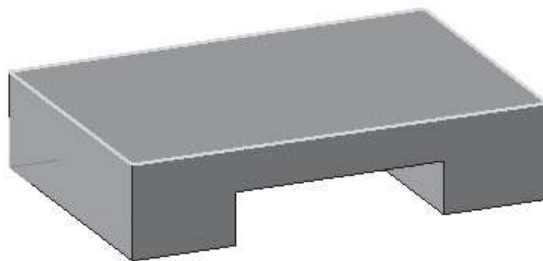

Рис. 12.4
- Щелчком **ЛКМ** укажите верхнюю грань (зеленая) для последующих построений (рис. 12.4).